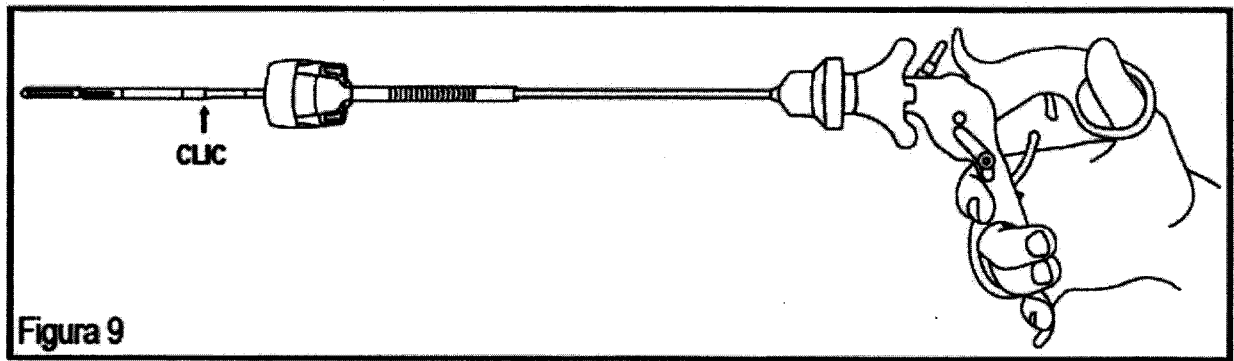

Figura 9
13. Acople la punta de herramienta que desee al extremo del eje (Figura 8). Se oirá un "clic" cuando la punta de herramienta se acople al eje (Figura 9).